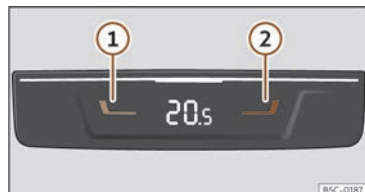

Abb. 118 In der Mittelkonsole hinten: Bedienelemente für die Mitfahrer auf den hinteren Sitzen.
- Drücken Sie die Tasten **1** und **2** >>> (Abb. 118), um die Temperatur für die hinteren Sitzplätze einzustellen.